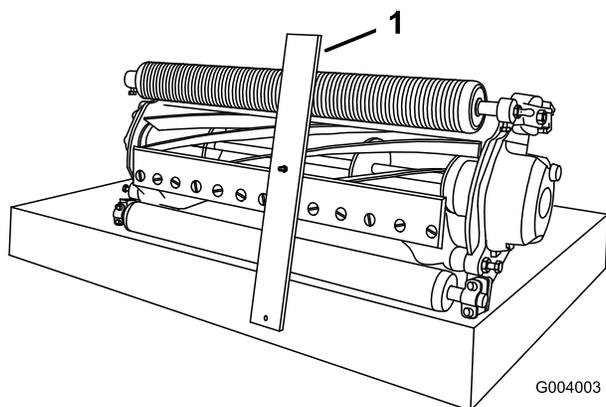

Bild 62
3. Haken Sie den Schraubenkopf an die Schnittkante des Untermessers ein, und stützen Sie das hintere Ende der Leiste auf der hinteren Rolle ab (Bild 62).